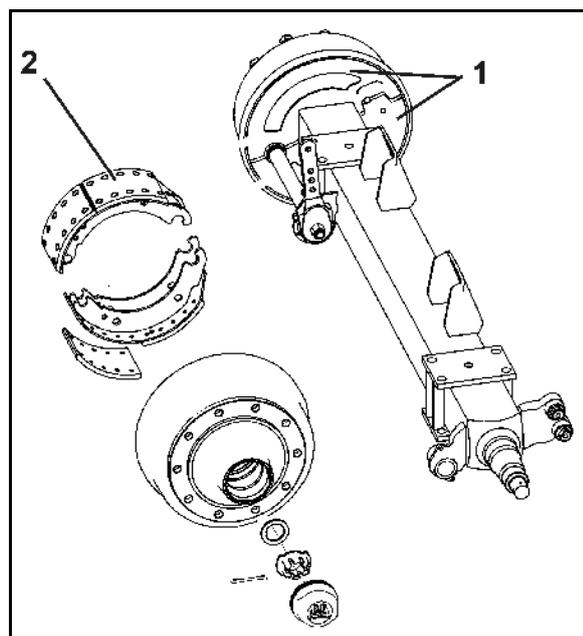

Fig. 87
1. Dévisser les deux tôles de protection (Fig. 87/1) sur le côté interne du tambour de frein.
La saleté ayant pénétré à l'intérieur peut se déposer sur les garnitures de freins (Fig. 87/2) et altérer ainsi essentiellement la puissance de freinage.